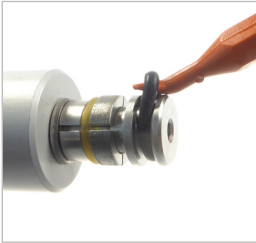

Abbildung 8
- ▶ Untergraben Sie die Frontdichtung (Pos. 7) mit dem WEH® O-Ring-Picker Art. Nr. E98-101969 und rollen Sie ihn aus dem Einstich über den großen Durchmesser der Achse (Pos. 11) heraus ab (*Abbildung 8*).